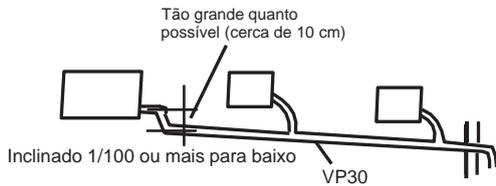

Figura 5.2 Drenagem centralizada de água
7. Quando a saída do tubo de drenagem de água for superior à ligação do tubo de sucção de água, tente manter o tubo de drenagem de água o mais vertical possível e os acessórios de ligação da drenagem de água serão dobrados de modo a que a altura do tubo de drenagem de água esteja a menos de 1000 mm da base da bandeja de drenagem. Caso contrário, haverá um fluxo de água excessivo quando a operação é interrompida. Ver Figura 5.2.